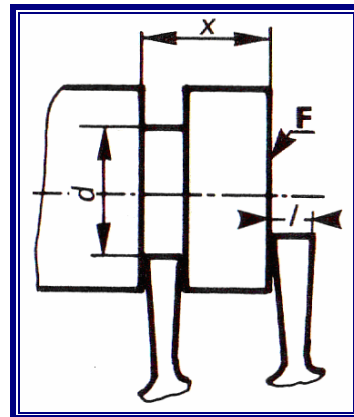

Figure 3
- Affleurer la pièce avec l'angle de l'outil broche en rotation sur la face F (fig. 3).